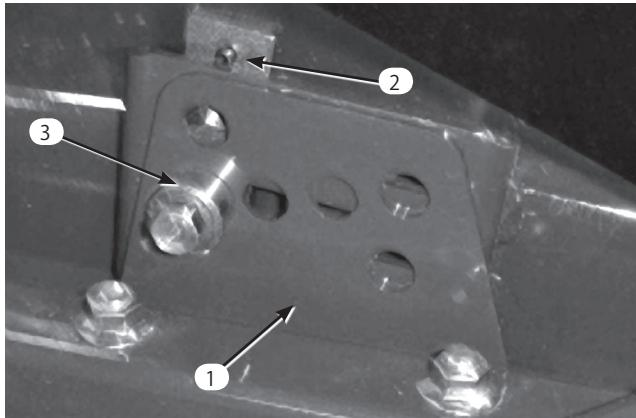

図2
2. 各刈り高ブラケットを刈り高プレート(前と右と左)に固定しているキャップスクリュをゆるめる(図2)。
4. チェンバを支えておきながらスペーサ(図2)を取り外す。